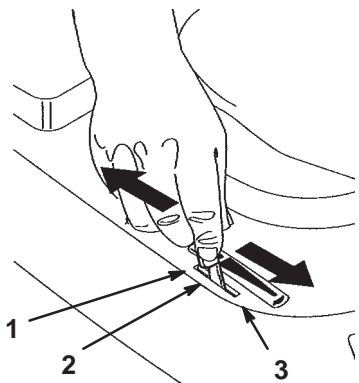

Bild 8
5. Stellen Sie den Gasbedienungshebel auf Choke (Bild 8).
7. Schieben Sie den Gasbedienungshebel, sobald der Motor angesprungen ist, langsam auf Schnell (Bild 8). Sollte der Motor stoppen oder stottern, schieben Sie den Gasbedienungshebel wieder für ein paar Sekunden auf die Choke-Stellung, schieben Sie den Gasbedienungshebel dann auf Schnell. Wiederholen Sie diesen Vorgang nach Bedarf.
1. Stellen Sie den Gasbedienungshebel auf Langsam (Bild 8).